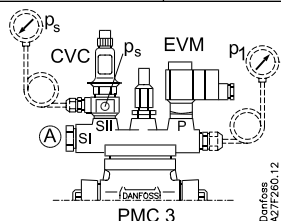

Fig. 7
1. Bouchon A en SI CVC en SII, EVM en P: Régulation modulante de la capacité combinée avec ouverture forcée. Voir fig. 7 et 8.
See figs. 7 and 8.